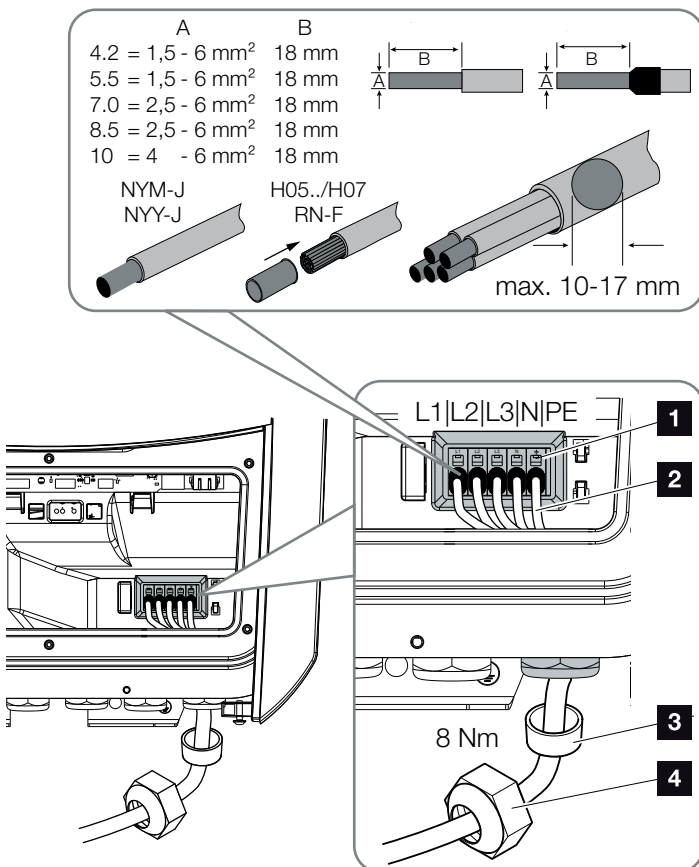

Bild 22: Anslut nättilledningen till växelriktaren
9. Anslut nättilledningens ledare i enlighet med texten på AC-anslutningsklämman. **!** **☑ Bild 22, pos. 1**